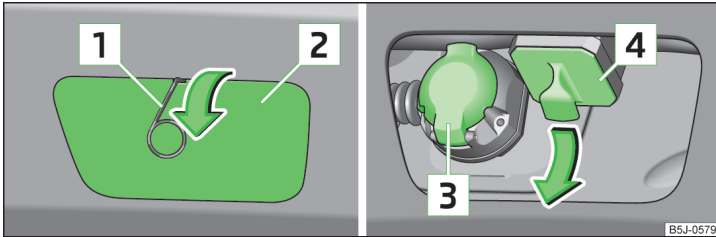
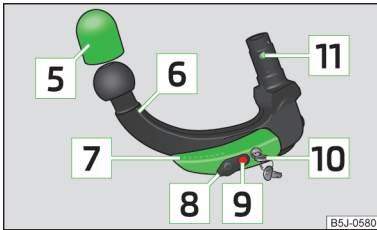

Abb. 123 Abdeckkappe abnehmen: am hinteren Stoßfänger / für den Aufnahmeschacht
Abb. 124
Träger der Anhängervorrichtung und Kugelstange » Abb. 123 und » Abb. 124
- Die Abdeckkappe am hinteren Stoßfänger **[2]** » **Abb. 123 auf Seite 130** mithilfe des Bügels zum Abziehen der Radvollblenden in Pfeilrichtung abnehmen.
- Die Abdeckkappe für den Aufnahmeschacht **[4]** » **Abb. 123 auf Seite 130** in Pfeilrichtung abziehen » **!**.
Die Kappen **[2]** und **[4]** » **Abb. 123 auf Seite 130** nach dem Abnehmen an einer geeigneten Stelle im Gepäckraum aufbewahren.
- Die Abdeckkappe für den Aufnahmeschacht [4] » Abb. 123 auf Seite 130 entgegen der Pfeilrichtung einsetzen.
- Die Abdeckkappe am hinteren Stoßfänger [2] » Abb. 123 auf Seite 130 an die „Häkchen“ im unteren Stoßfängerbereich ansetzen.